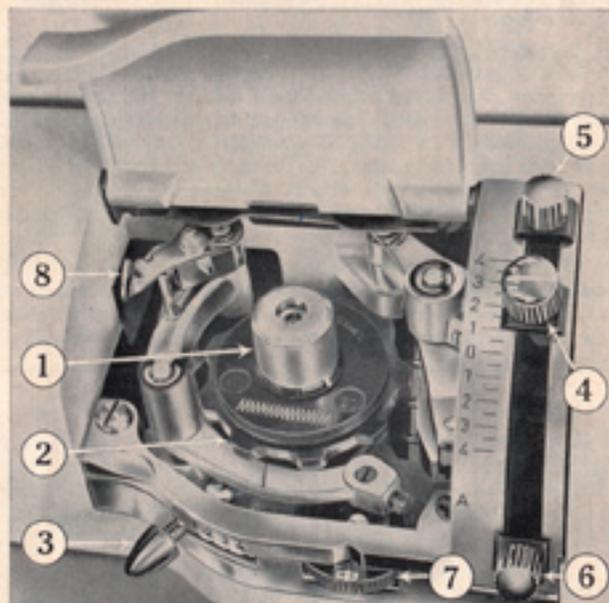

Abb. 21
Zum Befestigen der « Elna-Discs » zuerst Stichbreitehebel (3) und Stichtlängehebel (4) auf « 0 » stellen (Abb. 21). Den einfachen oder doppelten « Elna-Disc » mit der Zeichnung nach oben mit Daumen und Zeigefinger ergreifen und auf die Elnagraph-Nabe « 1 » (Abb. 23 a) aufsetzen. Der Stift « 2 » muss in das Loch « 3 » eingreifen. Die Stellung des Lochs ist gegenüber der Zeichnung mit einem weissen Ring angegeben. Den « Elna-Disc » nach unten drücken bis er einschnappt (Abb. 23 b).
Zum Entfernen des « Elna-Discs » zuerst Stichbreite- und Stichtlängehebel (3, 4, Abb. 21) auf « 0 » stellen. Durch Drücken auf den Elnagraph-Druckknopf 4 (Abb. 23 c) springt der « Elna-Disc » leicht hoch und kann mühelos abgehoben werden (Abb. 23 d).
Die Stellung der Nadelstange kann mittels der Zentrierscheibe (Nr. 7, Abb. 21) verschoben werden. Die Mittelstellung wird nachstehend unter « b » gezeigt. Um die Nadelstange nach links zu verlegen, die Zentrierscheibe nach links drehen (a); um sie nach rechts zu verlegen, diese nach rechts drehen (c). Die Zeichnungen stellen einen gewöhnlichen Steppstich dar; die Zentrierung kann aber für jeden andern Stich verwendet werden. Es ist ebenfalls möglich, der Nadelstange jede gewünschte Zwischenstellung zu geben.